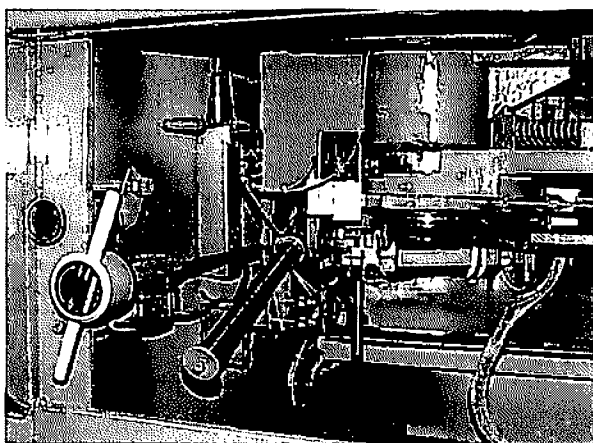
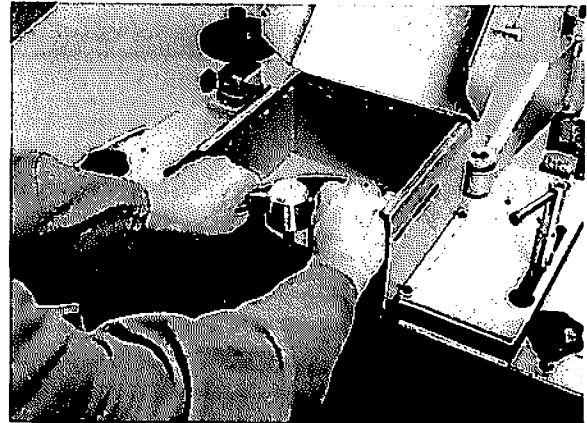

Bild 4.1
Bild 4.2
- MARTIN-Drehmomentschlüssel aus Aufnahme im Maschineninnenraum (siehe Bild 4.1) entnehmen und gerade von oben in den Fräsdorn einsetzen (Bild 4.2).